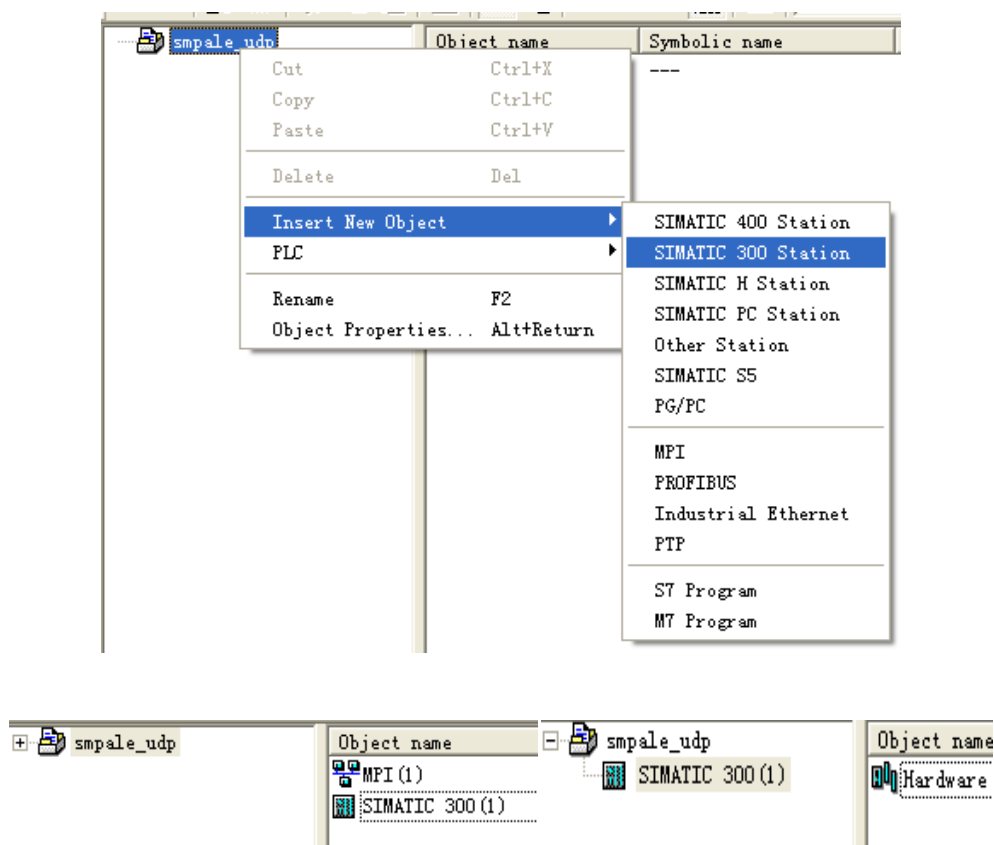

图 2.1.3 添加 300 设备站
(3)、将鼠标放在工程名上，点击右键，在下拉目录下选择 Insert New Object->SIMATIC 300 Station，左键点击以后，会出现一个 300 的设备站。见图 2.1.3 所示。